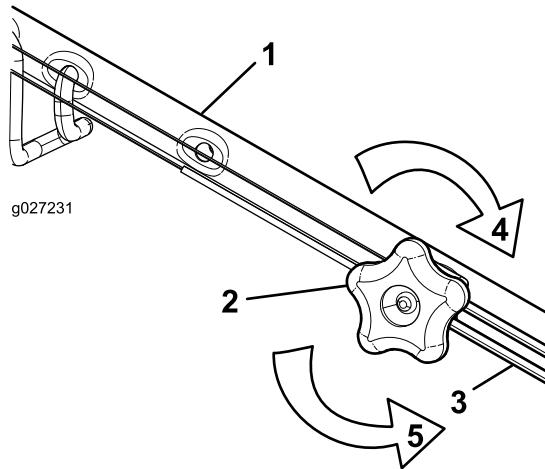

Figura 33
- Girate la manopola di regolazione in senso antiorario per allentare la regolazione del cavo (Figura 33).
- Regolate la tensione del cavo (Figura 33) tirandolo indietro o spingendolo in avanti e mantenendo quella posizione.